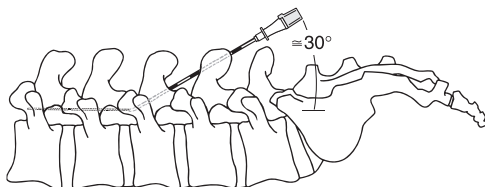
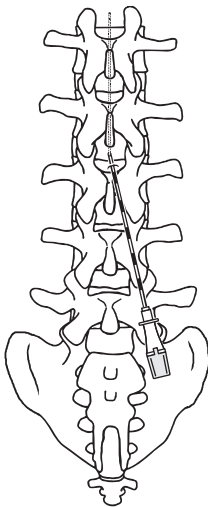

Figure 2. Vue latérale d'une insertion à faible profondeur paramédiane oblique.
Figure 3. Vue de dessus d'une insertion à faible profondeur paramédiane oblique.
2. Orienter le biseau de l'aiguille-guide de Tuohy de 15 G en direction céphalique ou parallèlement aux fibres dures et insérer sous radioscopie. Insérer l'aiguille dans l'espace intrathécal de façon paramédiane oblique, à un angle aussi réduit que possible (environ égale à 30°) (Figure 2 à la page 28). Le point d'entrée de l'aiguille dans la peau (ou l'aponévrose, si l'aiguille est insérée à travers une incision ouverte) doit être parallèle au pédicule vertébral, à environ un étage vertébral ou un étage vertébral et demi en dessous du niveau dural choisi pour la ponction et à 1 ou 2 cm latéralement à la ligne médiane, du côté où la pompe sera effectuée (Figure 2 et Figure 3 à la page 28).